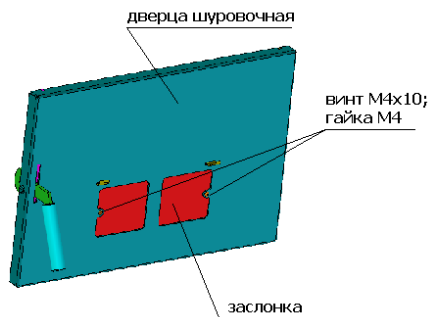

Рис.29 Крепление заслонки (крышка не показана)
7.1.3 На шуровочной дверце 1 (**рис.2**) снять кронштейн 4 (**рис.9**). Из комплекта горелки КОРІ 4/25 или КОРІ 12/50 (табл.2) на шуровочную дверцу с внутренней стороны (**рис.29**) крепить заслонку (изоляция на дверцу).